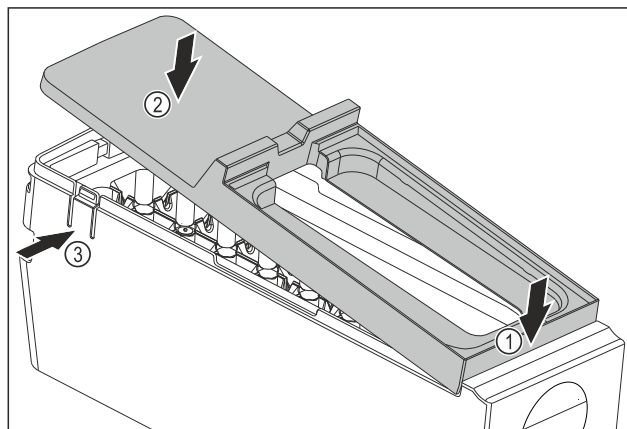

Fig. 90
- Abdeckung des EasyTwist-Ice-Korpus montieren: Abdeckung vorne ansetzen. Fig. 90 (1)
- Abdeckung hinten absenken. Fig. 90 (2)
- ▷ Abdeckung rastet hörbar in beiden Laschen Fig. 90 (3) ein.